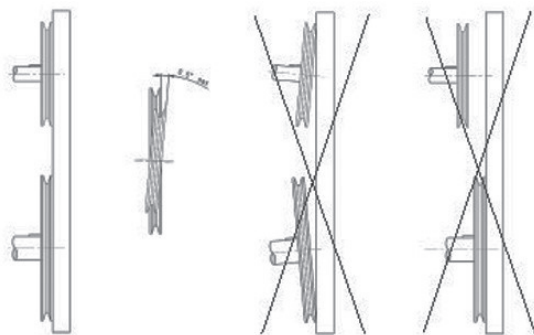

Рисунок 40. УСТАНОВКА ШКИВОВ
В противном случае (для блока с ВСК) – отрегулировать положение рабочего колеса относительно коллектора. Для ДВУСТОРОННЕГО ВЕНТАГРЕГАТА проверьте параллельность шкивов, т.е. выравнивание торцов шкивов по одному уровню. Производите это при помощи линейки или специального лазерного указателя (рис. 40).
- перемещая двигатель по салазкам, совместить шкивы, контролируя их положение алюминиевым профилем (см. рис. 40);